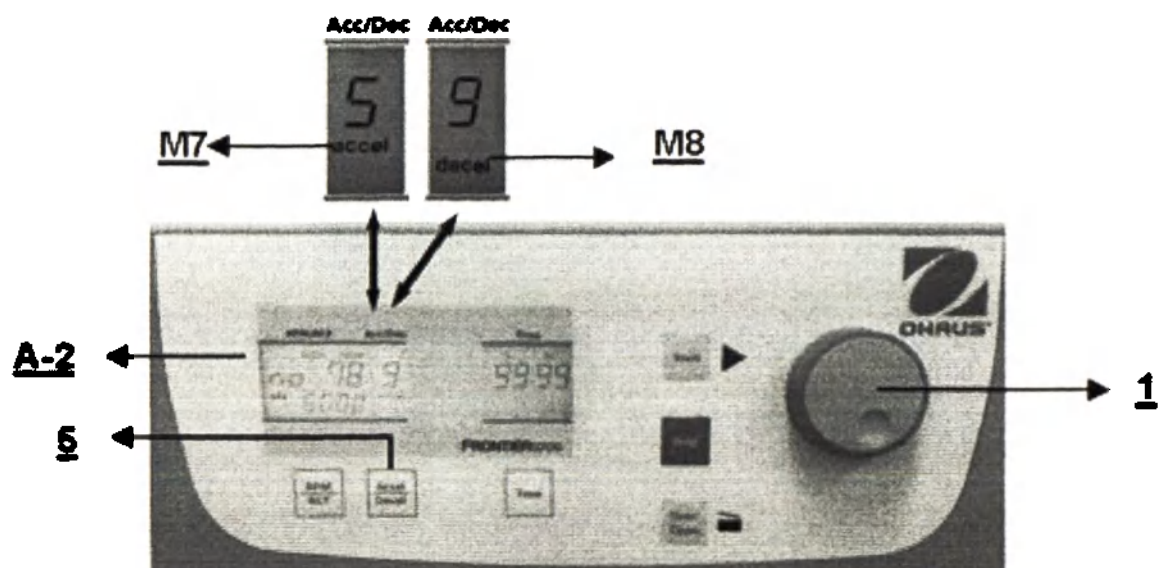

Рис. 21
Для задания этих параметров используется кнопка **Accel/Decel** (5) (см. рис. 21).